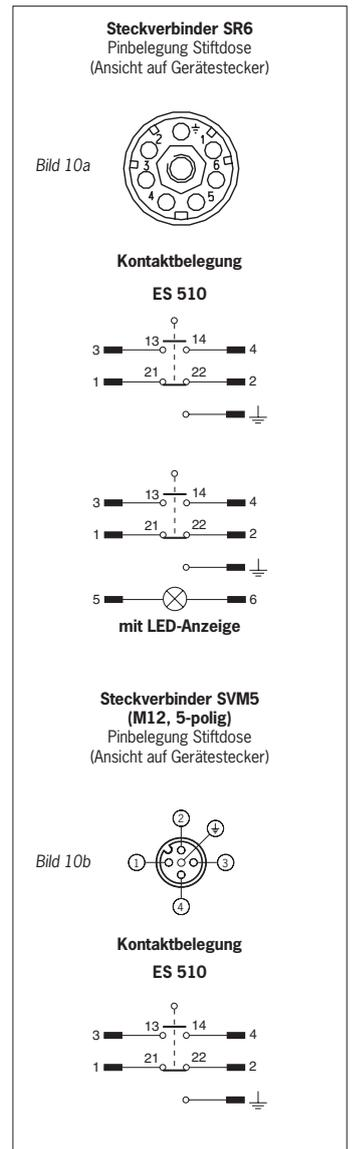

Bild 10: Schaltelemente und Steckerbelegung
- ▶ Kontaktbelegung siehe Bild 10.